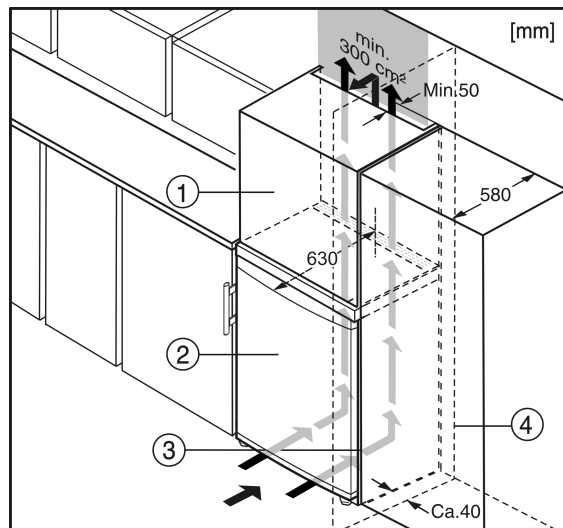

Fig. 6
- (1) Armário suplementar de topo
- (2) Aparelho
- (3) Armário de cozinha
- (4) Parede
O aparelho pode ser envolvido pelo mobiliário de cozinha. Para ajustar o aparelho Fig. 6 (2) à altura dos armários de cozinha, é possível criar um armário suplementar Fig. 6 (1) sobre o aparelho.*
No caso de montagem em armários de cozinha (profundidade máx. 580 mm) o aparelho poderá ser instalado imediatamente ao lado do armário de cozinha Fig. 6 (3). Lateralmente, a porta do aparelho fica a uma distância de 34 mm em relação à parte frontal do armário, enquanto a parte central fica a uma distância de 50 mm. Assim, esta pode ser aberta e fechada sem problemas.*
Se o aparelho for montado com as dobradiças junto a uma parede *Fig. 6 (4)*, a distância mínima entre o aparelho e a parede deverá ser de, no mínimo, 40 mm. Esta distância corresponde à saliência da pega com a porta aberta.*